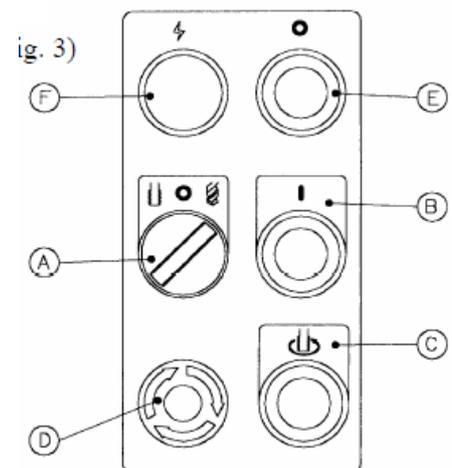

Fig.3
- (1) Drehen Sie den Wahlschalter A (siehe Abb. 3) auf „Gewindeschneiden“, wenn Sie Gewindeschneidarbeiten durchführen möchten.
- (2) Die Pinole wird heruntergefahren und die Gewindetiefe anhand der graduierten Stange eingestellt.
- (3) Überprüfen Sie die richtige Drehzahl der Spindel für Ihre Gewindeschneidarbeit.
- (4) Drücken Sie die Starttaste B (siehe Abb. 3) nach unten und beginnen Sie mit dem Gewindeschneiden.
- (5) Wenn etwas nicht funktioniert, betätigen Sie den Not-Aus-Schalter D (siehe Abb. 3) und die Maschine stoppt sofort.
- (6) Lassen Sie den Not-Aus-Schalter D los und drücken Sie die Rücklauftaste C nach unten, die Gewindeschneidaufrichtung kehrt um.
- (7) Vergessen Sie nicht, nach Abschluss Ihrer Gewindeschneidarbeiten den Wahlschalter A in Leerlaufstellung zu bringen.
- (8) Drücken Sie E, um die Maschine zu stoppen.
- (9) Stromleuchte F .